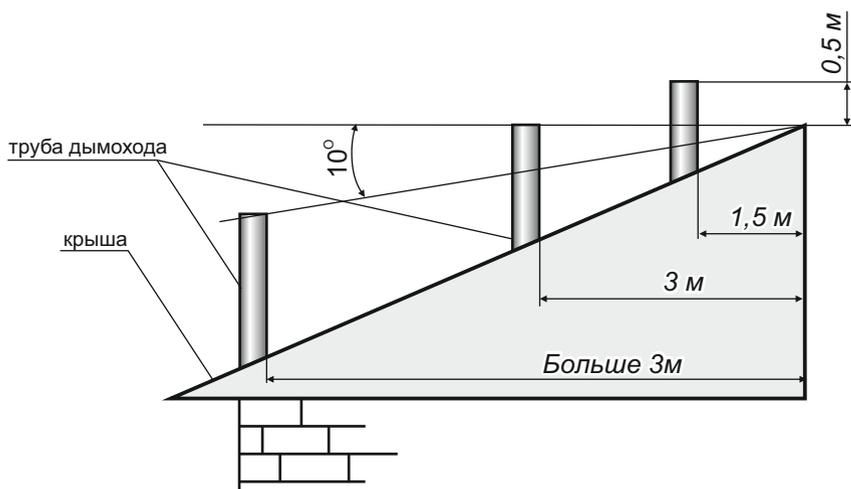

Рис.5. Схема размещения дымовых труб
6.12. Дымоход (рис.5) должен быть выведен выше зоны ветрового подпора. Высота дымохода над крышей дома устанавливается в зависимости от расстояния его от конька по горизонтали и должна быть: